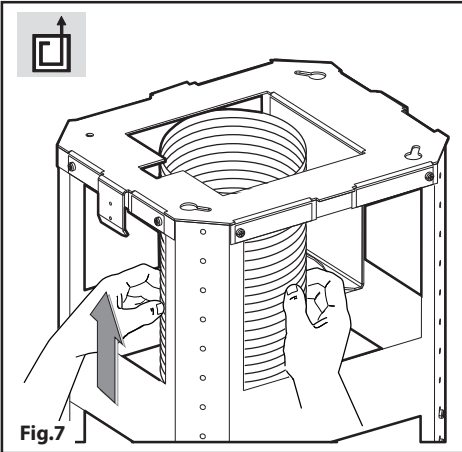

Fig. 7
- **Versione aspirante:** fissare il tubo flessibile al foro di evacuazione aria predisposto (Fig.7).